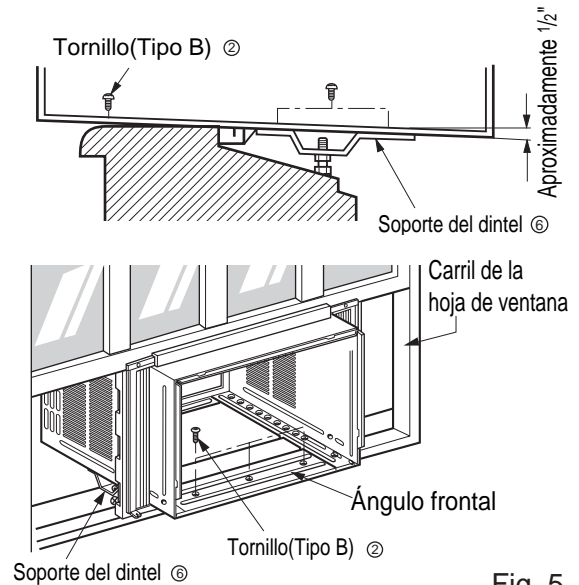

Fig. 5
6. El gabinete debe ser instalado con una ligera inclinación (aproximadamente 1/2") de modo que el lado externo quede hacia abajo (ver Fig. 5) Ajuste el perno y la tuerca del soporte al dintel ⑥ para equilibrar el gabinete.
7. Agregue el gabinete al asiento de la ventana colocando los tornillos ② (Tipo B : Largo 16mm 5/8 - pulgadas - abajo.) a través del ángulo frontal en el asiento de la ventana.
8. Tire cada marco de la cortina ⑤ completamente para cada carril de hoja de ventana y repita el paso 2.
9. Agregue cada marco de la cortina ⑤ de la hoja de la ventana usando tornillos ③ (Tipo C)